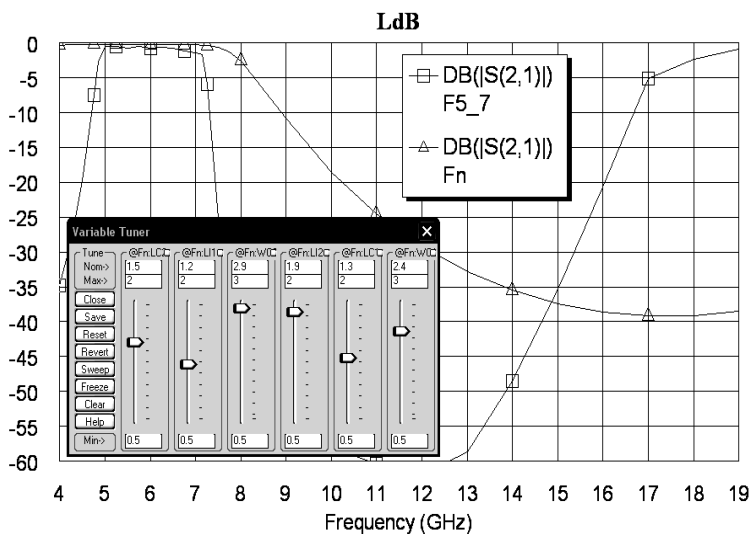

Рис. 3.194
12. Щёлкните по значку **Tune** на панели инструментов и, двигая движки переменных на блоке настройки, добейтесь подходящей характеристики фильтра нижних частот (рис. 3.194). Переменные получили значения: $L1=1.2$, $L2=1.9$, $LC1=1.3$, $LC2=1.5$, $WC1=2.4$ и $WC2=2.9$.